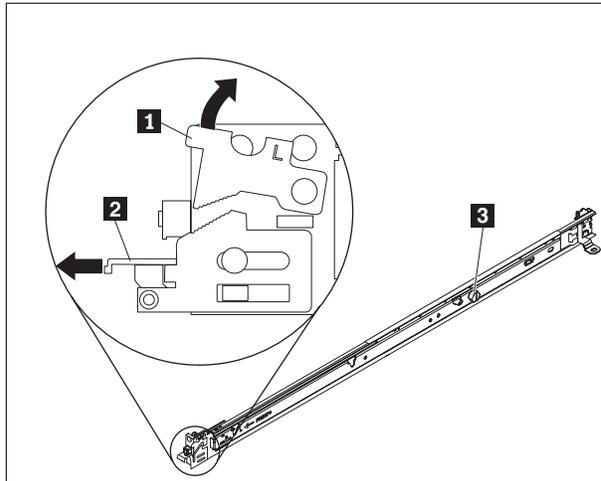

Figura 6. Vista de los rieles deslizantes
1. Abra los mecanismos de cierre del riel deslizante delantero, como se muestra en la Figura 6 en la página 16.